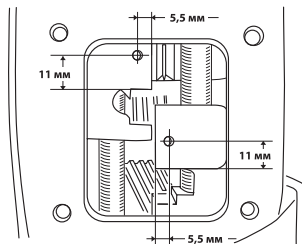

Рис. 8
- б. в вилках переключения просверлите отверстия согласно **Рис. 8**.